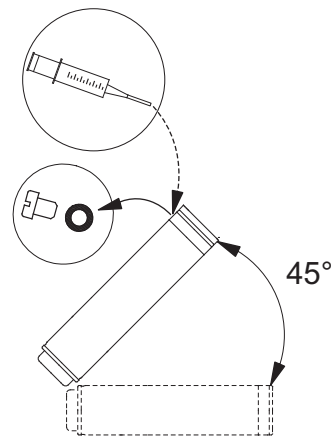

Рис. 3 Положение двигателя при заполнении – MS6 и MS 6000
- В случае, если двигатель поставляется отдельно со склада, необходимо проверить уровень перед монтажом двигателя на насосе (рис. 3).
- При проведении сервисных работ уровень необходимо проверять (рис. 3).
1. Погружной насос расположить так, как показано на рис. 3. Служащая для заполнения жидкостью полая шпилька должна находиться в наивысшей точке электродвигателя.
3. С помощью заправочного шприца заполнять электродвигатель охлаждающей жидкостью как показано на рис. 3, до тех пор, пока эта жидкость не будет вытекать обратно из заливочного отверстия.